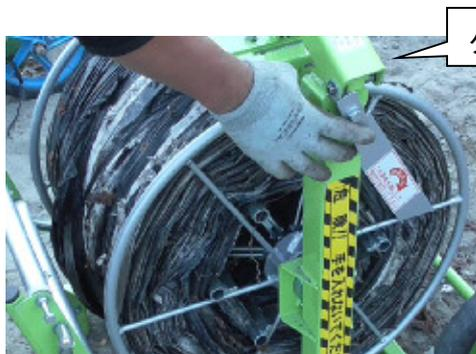

図 8
10. クランプを持ち上げるととびらが倒れます。(図 8、9 参照)